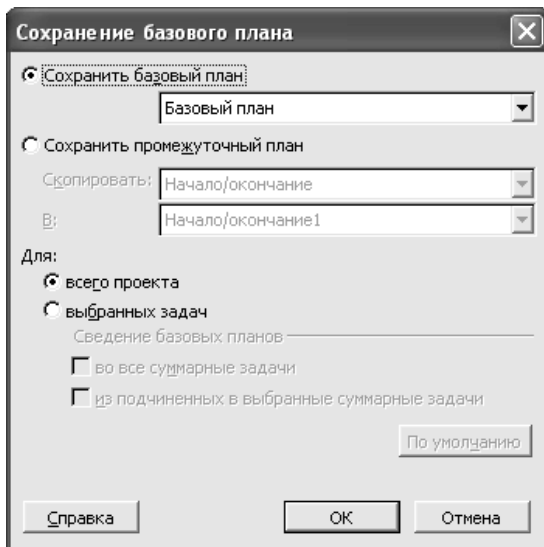

Рис. 48. Формування базового плану
4. Натисніть **ОК** (рис. 48).